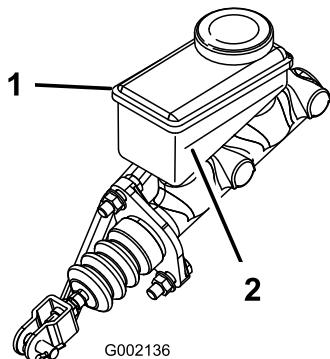

Figura 38
**Nota:** O nível deverá encontrar-se acima da linha Mínima (Figura 38). Se o nível de fluido for baixo, limpe a zona em torno da tampa, retire-a, e encha o reservatório um pouco acima da linha Mínima.